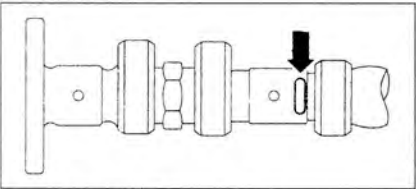

Рис. 2.47. Обратите внимание на метки распределительных валов на втором подшипнике (стрелка).
15. Обратите внимание на метки распределительных валов на втором подшипнике (стрелка) (рис. 2.47).